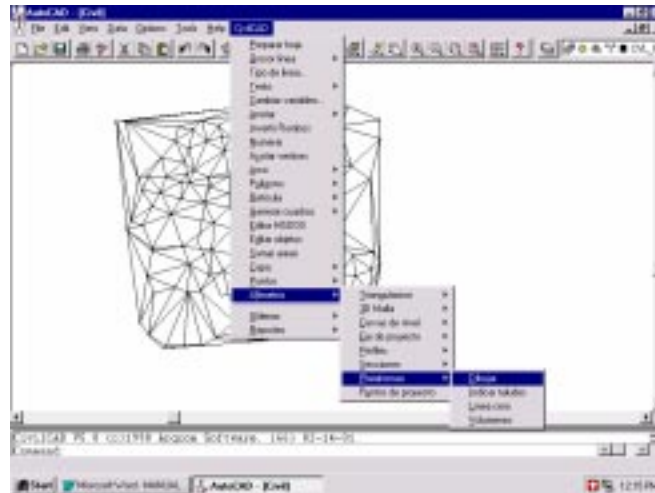

Fig.34: Menú de opciones para procesar plataformas
2. Seleccione “Altimetría→ Plataforma→ Dibujar” del menú (ver fig. 34).